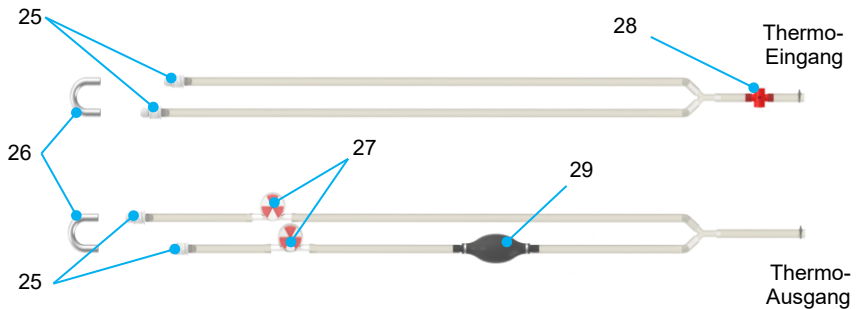

Abbildung 7 Thermoschlauch
Die Thermoeinheit hält die Temperatur der zirkulierenden Perfusionslösung mithilfe von Peltier-Elementen konstant. Je nach der eingestellten Temperatur kühlen oder heizen diese Elemente den internen Wasserkreislauf mithilfe thermoelektrischer Effekte. Zur Übertragung der Temperatur des internen Wasserkreislaufs auf die Perfusionslösung ist die Thermoeinheit über Silikonschläuche an die Wärmetauscheranschlüsse beider Oxygenatoren angeschlossen, siehe Abbildung 7 und Abbildung 14. Der Ausgang der Thermoeinheit ist mit dem „Wassereingang“ des Wärmetauschers verbunden und der Eingang der Thermoeinheit ist mit dem „Wasserausgang“ des Wärmetauschers verbunden.
- Platzieren Sie das Thermoschlauchsystem (Abbildung 7) mit dem Verbindungsstück für das Wasserschlauchsystem (Element 26) so niedrig wie möglich. Stellen Sie sicher, dass Eingang und Ausgang der Thermoeinheit (Abbildung 7) während des Füllens und Entlüftens (Abschnitt 2.3.1) die höchsten Punkte sind, damit Luftblasen sich zur Thermoeinheit hin bewegen.
- Drücken Sie den Entlüftungsballon (Abbildung 7) wiederholt, um auf der HA-Seite so viel Luft wie möglich aus dem Thermoschlauchsystem herauszudrücken.